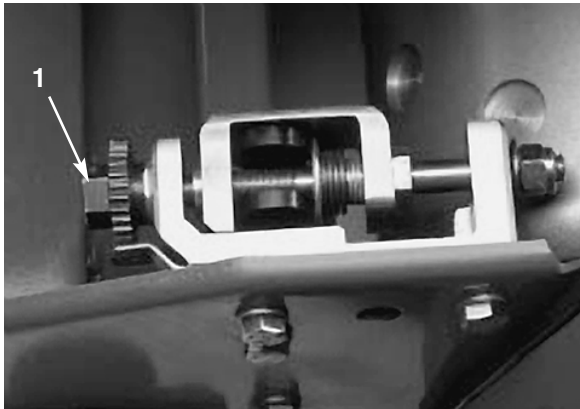

Fig. 4
7. Aliviar os quatro parafusos do mancal do rolo e o parafuso que fixa a polie falsa. Levantar ou descer o lado direito do conjunto do rolo até que o intervalo seja reduzido para menos de 0,25mm. Apertar os parafusos do mancal do rolo. Ajustar a tensão da correia e apertar o parafuso de montagem da polie falsa (Fig. 4).
para a esquerda (Fig. 4).
3. Numa das extremidades do lado da frente do carretel, colocar uma faixa longa de papel de jornal entre o carretel e a faca da base (Fig. 5). Enquanto o carretel está a girar lentamente para a frente, apertar o parafuso de ajuste da faca da base (na mesma extremidade do carretel), um castelo de cada vez, até que o papel seja ligeiramente apanhado quando for colocado pela parte da frente paralelo com a faca da base, o que resulta numa ligeira retenção quando se puxa o papel (Fig. 4).